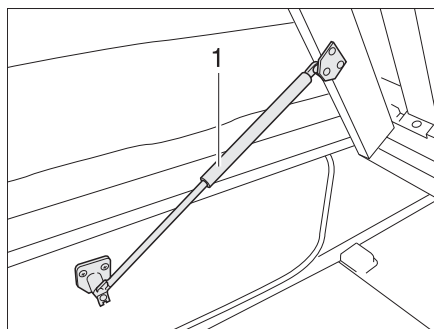

Fig. 61 Letto fisso
- Sollevare il telaio portamaterasso. Le molle a gas (Fig. 61,1) mantengono il telaio portamaterasso in posizione di apertura.